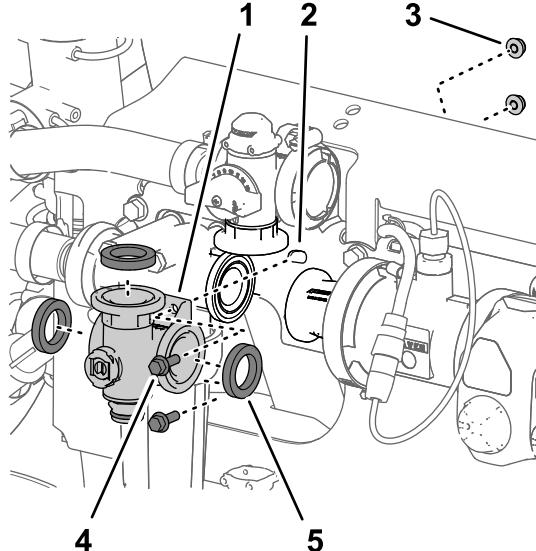

Figure 119
3. Retirez les 2 boulons à embase ($\frac{1}{4} \times \frac{3}{4}$ po) et les 2 contre-écrous à embase ($\frac{1}{4}$ po) qui fixent le collecteur de vanne d'agitation au support de vanne (Figure 119).
4. Déposez le collecteur de vanne d'agitation et les joints de la machine (Figure 119).